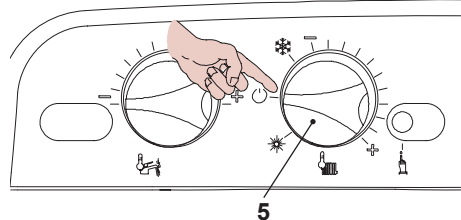

Fig. 9.17
- Per uscire dalla programmazione posizionare il selettore 5 come indicato in Fig. 9.17.